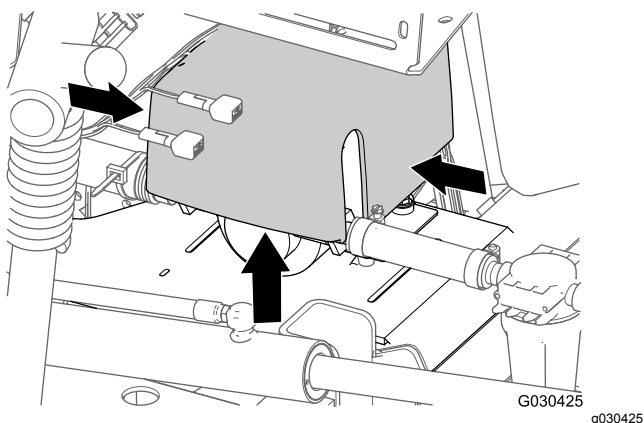

Figura 13
1. En la parte trasera de la máquina, presione los lados de la tapa de la bomba de enjuague y tire de la tapa hacia arriba hasta que las pestañas de la tapa salgan de las ranuras de la placa base, y retire la tapa de la máquina (Figura 13).